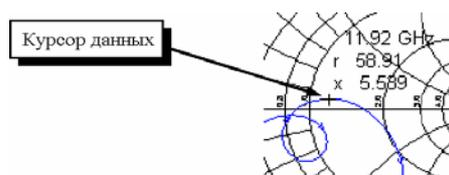

Рис. 1.11. Курсор данных
**Чтение данных из диаграммы или графика.** MWO позволяет вывести на график курсор данных (рис. 1.11) для показа величин, соответствующих конкретной точке графика. Чтобы использовать курсор данных, нажмите и удерживайте левую кнопку мыши у линии характеристики на диаграмме. Форма курсора изменится на «x» и рядом с курсором будут показаны данные.